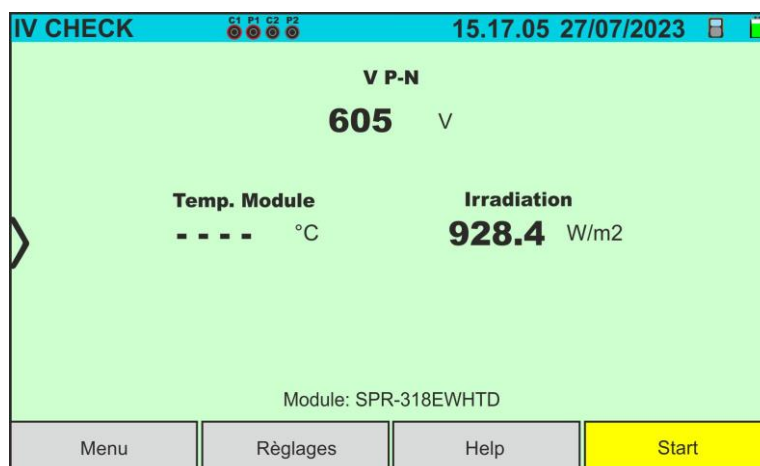

Fig. 54: Écran initial de test IVCK sans unité distante sur les modules Monoface
4. Dans le cas de modules **Monoface**, l'écran de la Fig. 54 est présent à l'écran. Les paramètres suivants sont affichés :